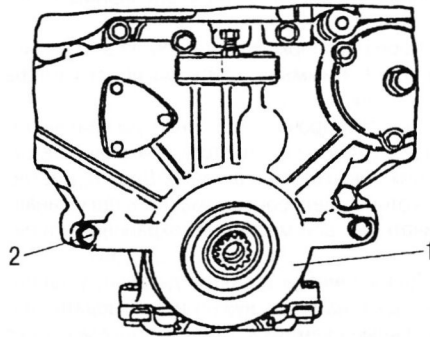

Рис. 3.9. Снятие крышки распределения: 1 – крышка распределения; 2 – болты крепления крышки
32. Снять крышку распределения 1 (рис. 3.9), прокладку и шестерню топливного насоса.